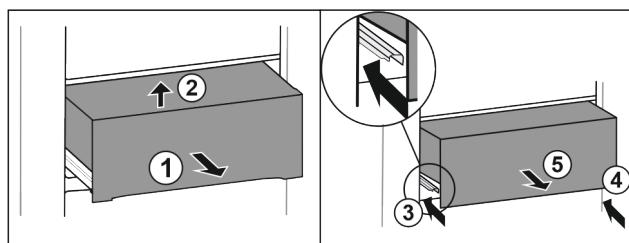

Fig. 31
- Trekk skuffen halvveis ut Fig. 31 (1).
- Loft foran Fig. 31 (2).
- Skyv inn den venstre skinnen Fig. 31 (3).
- Skyv inn den høyre skinnen Fig. 31 (4).
- Ta ut skuffen forover Fig. 31 (5).